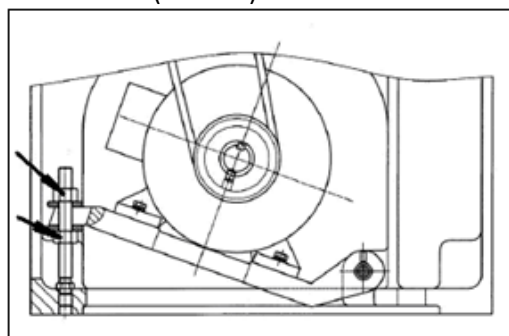

Рис.16
Клиновой ремень натягивается при помощи установочных гаек (Рис. 16).
- при помощи отвертки нажмите на фиксатор (В, Рис. 16, Рис. 17)...фиксатор подпружинен.